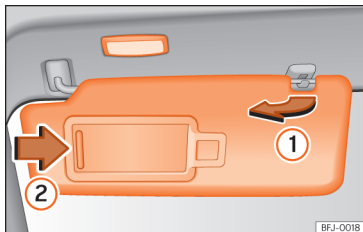

Fig. 110 Para-sol.
- El para-sol es pot extreure de la fixació i girar-se cap a la porta >>> **fig. 110 ①**.